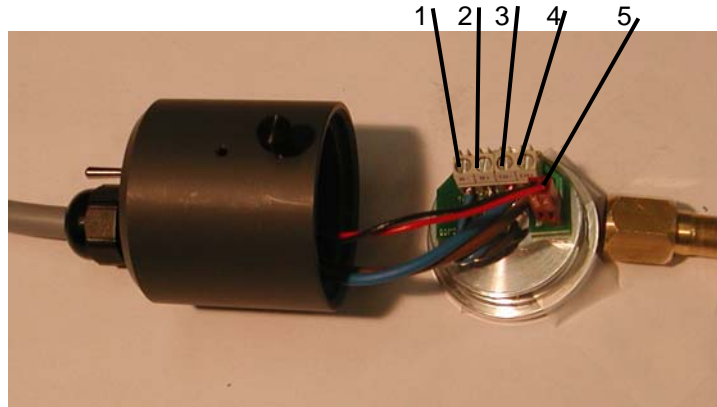

Abbildung 6
4. Schliessen Sie das blaue und braune Anschlusskabel gemäss Abbildung 6 (1+2) an.
5. Stecken Sie den Steckeranschluss auf den Stecker der Grundplatte (5).
7. Schliessen Sie das blaue und das braune Kabel an der Stromversorgung gemäss Abbildung 6 (3+4).